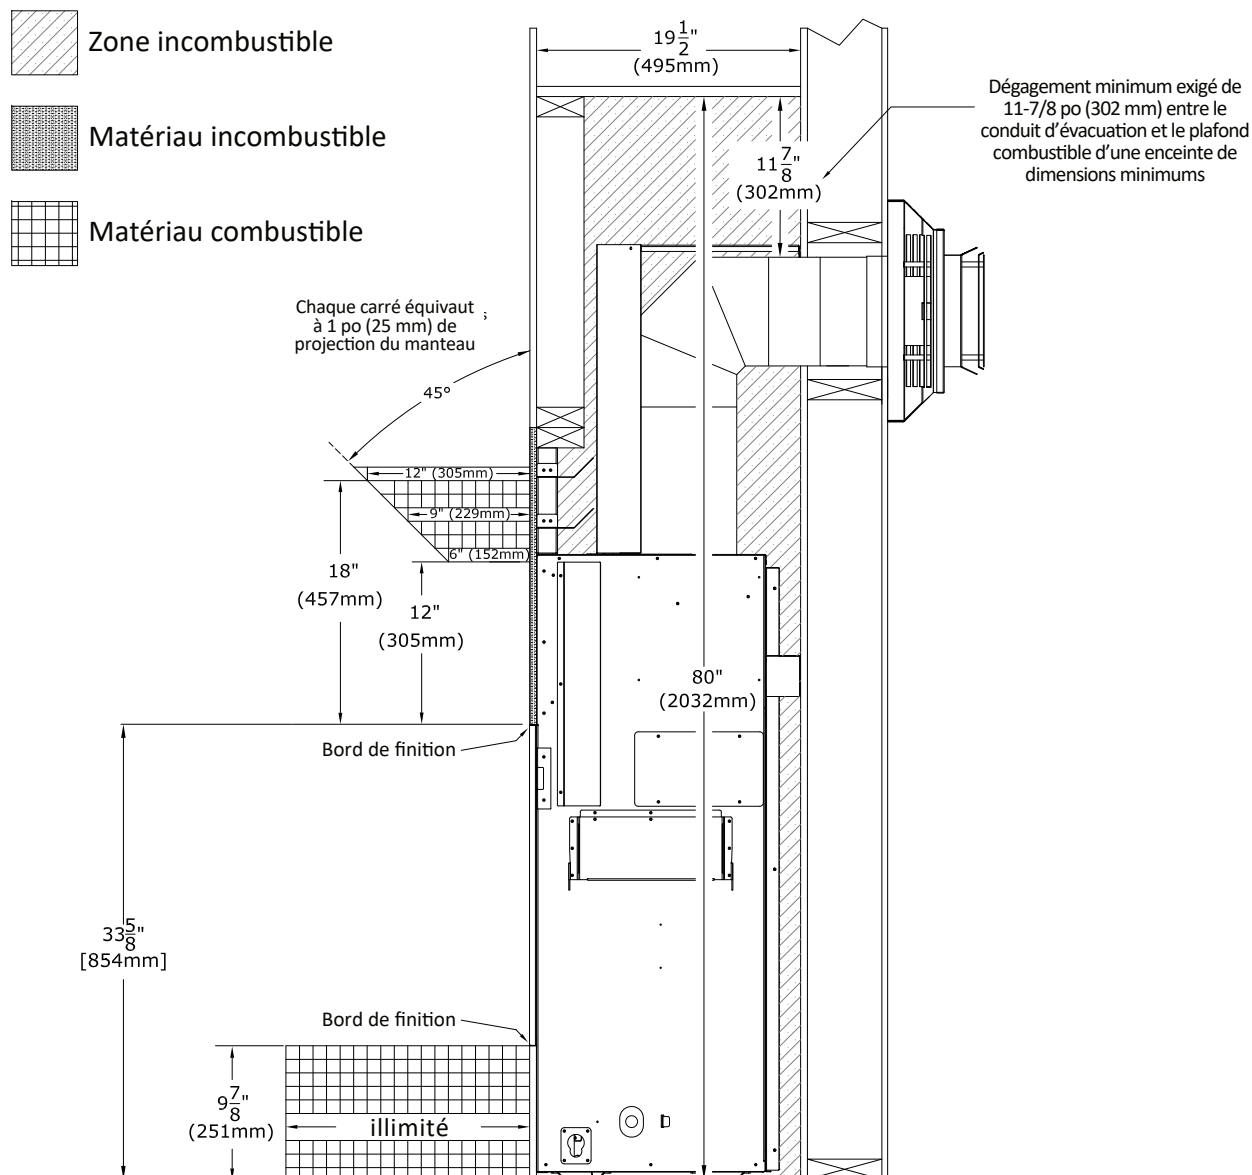

Figure 5.2 - Projections du manteau combustible - Installation standard
- Projection du manteau combustible : Comme la Figure 5.2 l'indique, un manteau de 6 po (152 mm) peut commencer à 12 po (305 mm) au-dessus du bord de finition supérieur du foyer. La projection du manteau peut augmenter de 1 po (25 mm) pour chaque pouce (25 mm) de hauteur additionnelle, à partir d'un manteau de 6 po (152 mm).
La Figure 5.2 montre la projection permise d'un manteau combustible de 6 po (152 mm) commençant à 12 po (305 mm) du bord de finition supérieur du foyer. Les dimensions montrées sont permises pour une installation standard. La projection du manteau peut augmenter de 1 po (25 mm) pour chaque 1 po (25 mm) de hauteur, à partir d'un manteau de 6 po (152 mm) de projection.